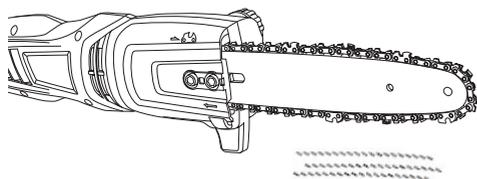

Fig. 15
1. Assurez-vous que le guide-chaîne (12) et la chaîne (13) sont en place lorsque vous vérifiez le flux de l'huile.
2. Démarrez le produit, laissez-le tourner à vide et vérifiez si l'huile pour chaîne est délivrée comme indiqué sur les illustrations (Fig. 15,16).